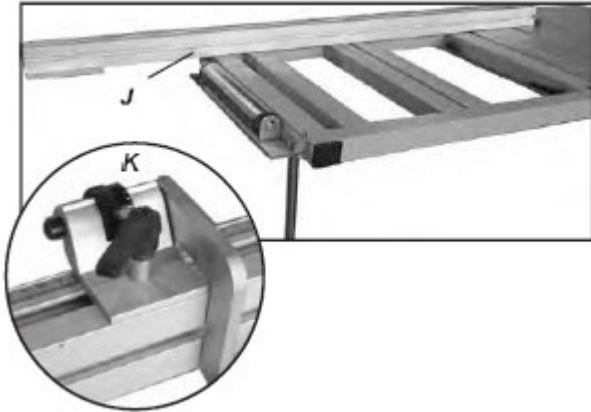

Abb. 6-7: Montage des Querschnittsanschlags
1. Setzen Sie den Querschnittsanschlag (Abb. 6-7, Pos. J) in die vordere oder hintere Führungsbohrung des Querschnittstisches ein.
3. Schieben Sie den Klappanschlag mit Feineinstellung (Abb. 6-7, Pos. K) in den Querschnittsanschlag ein.